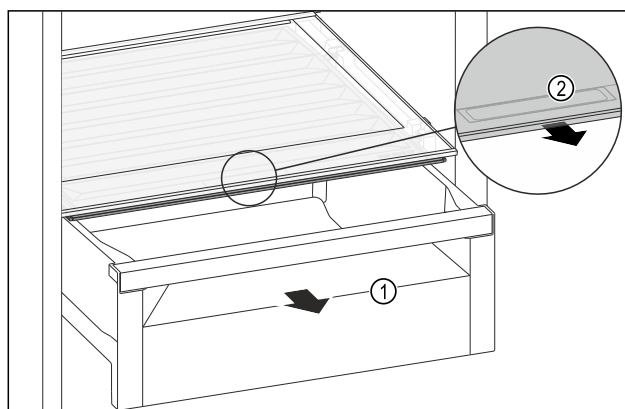

Fig. 125
- Schubfach Fig. 125 (1) herausziehen.
- Griffmulde Fig. 125 (2) am Fachdeckel anfassend und Fachdeckel gleichzeitig nach vorne ziehen.